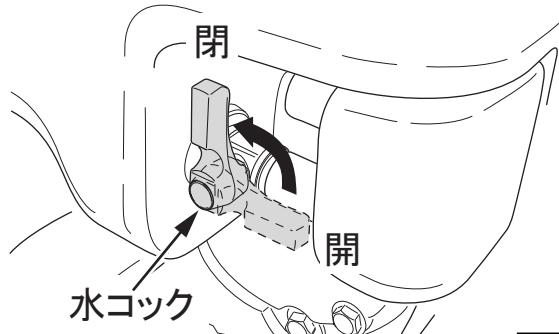

図 24
- 散水作業を行っていた時は水タンクのコックを閉じます。(図24)